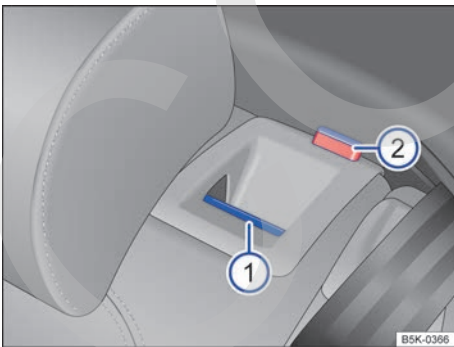

Fig. 73 En el respaldo del asiento trasero: tecla de desbloqueo ①; marca roja ②.
- Tire de la tecla de desbloqueo → fig. 73 ① hacia delante. La parte desbloqueada del respaldo trasero se abate automáticamente hacia delante.
- La parte en cuestión del respaldo está desbloqueada cuando se ve la marca roja → fig. 73 ②.
El respaldo del asiento está desbloqueado cuando se ve una marca roja → fig. 73 ②.
- La marca roja → fig. 73 ② ya no deberá verse.
- Una marca roja → fig. 73 ② indica que el respaldo del asiento trasero no está encastrado. Compruebe siempre que la marca roja no esté nunca visible cuando el respaldo se encuentre en posición vertical.